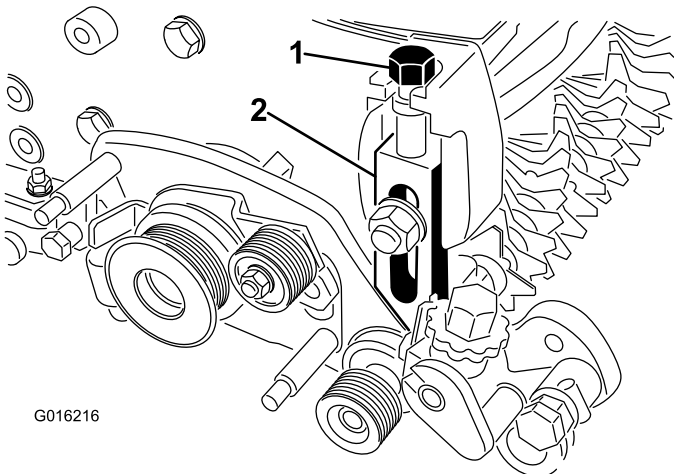

図 12
27. 右側アジャスタームアセンブリの上部に、刈高調整ねじを取り付ける 図 12。
注 刈高アームアセンブリのロッドの端部が、グルーマ駆動アセンブリの穴のブッシュに入っていることを確認する 図 12
31. 左側アジャスタームアセンブリの上部に、刈高調整ねじを取り付ける 図 12。
33. 左側アジャスタームアセンブリをカッティングユニットのサイドプレートに取り付ける既存のプラウボルト、ナットと新しいワッシャを使用する 図 12。